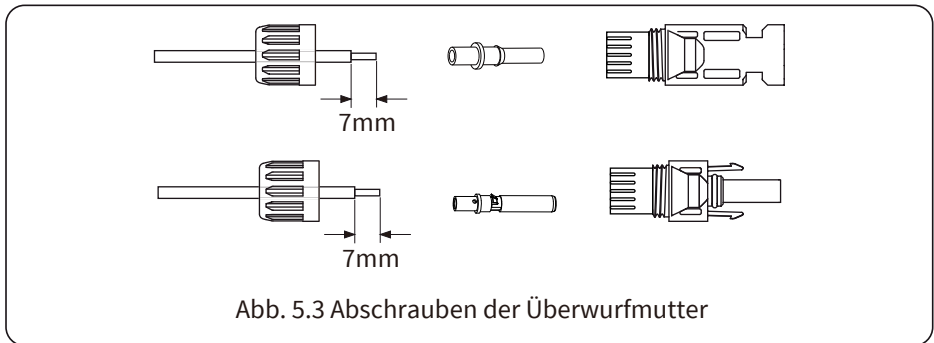

Abb. 5.3 Abschrauben der Überwurfmutter
a) Das DC-Kabel ca. 7mm abisolieren, die Überwurfmutter des Steckers abschrauben (Abb. 5.3).